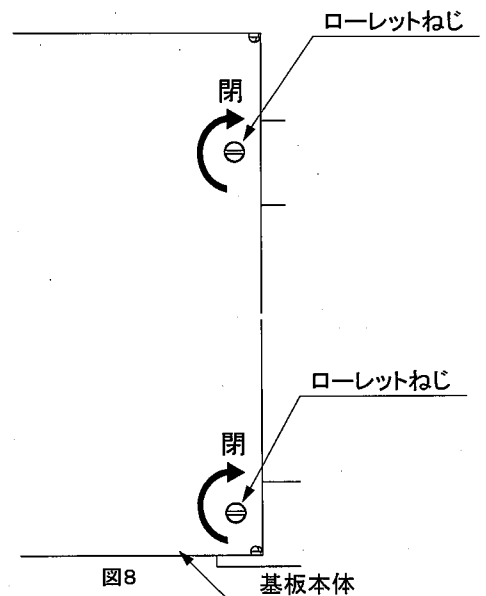

図8
- ・基板本体に手を添えて、上下のローレットねじで固定してください。(図8)